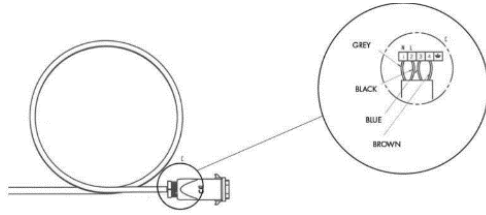

fig.11
- realizzare i collegamenti elettrici necessari secondo il diagramma indicato nella fig. 11;